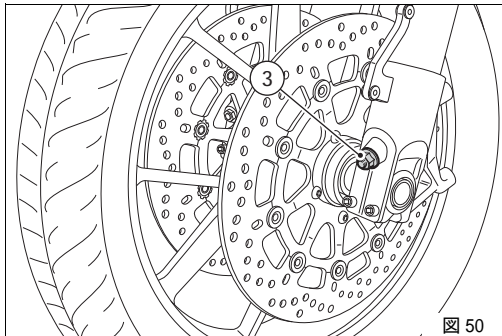

図 50
- 3) 油圧ブレーキのコンプレッションダンピング調整 (図 50)。
油圧ブレーキのコンプレッションダンピングを調整するには、マイナスドライバーでフォークボトムエンド後部にあるアジャスター (3、 図 50) を回します。